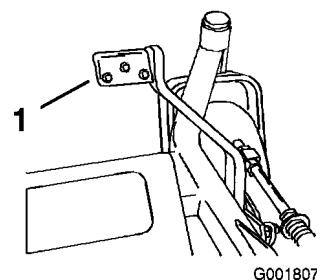

Bild 18
2. Drücken Sie den gefederten Hebel und ziehen Sie den Schnithöhenhebel nach oben (Bild 18).